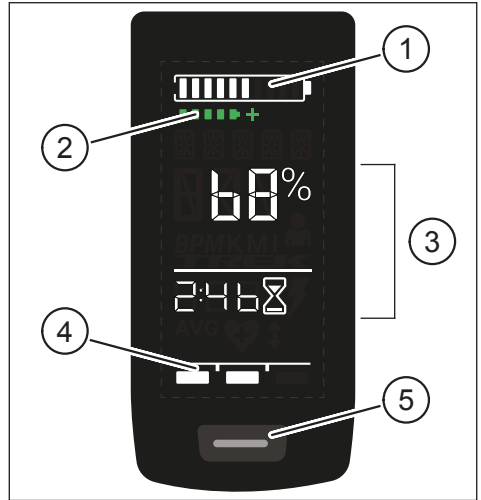
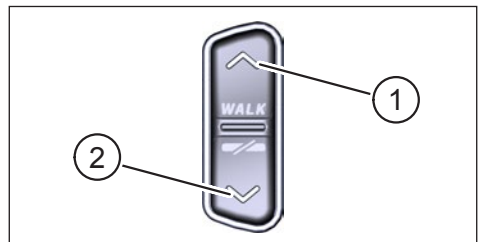

Abb. 1: Bedien- und Anzeigeelemente am Display
Abb. 2: Bedienelemente an der Remote
Pos. in Abb. 1	Beschreibung
Pos. in Abb. 2	Beschreibung
- ▶ Halten Sie die Bedientaste am Display (Pos. 5 in Abb. 1) und die Bedientaste UNTEN an der Remote (Pos. 2 in Abb. 2) für mindestens 5 s gedrückt.
- ▶ Mit einem **kurzen** Druck auf die Bedientaste am Display (Pos. 5 in Abb. 1) wechseln Sie zur nächsten Bildschirmansicht.
- Durch Betätigen der Bedientaste UNTEN an der Remote (Pos. 2 in Abb. 2)